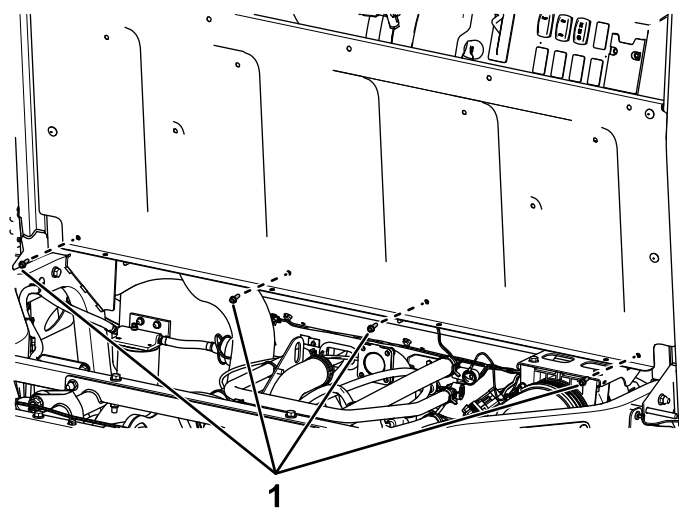

Figura 19
14. Fissate il pannello sedili al canale del collegamento trasversale posteriore del telaio utilizzando 4 bulloni a testa esagonale con rondella ($\frac{1}{4}$ " x $\frac{3}{4}$ ") come illustrato nella Figura 19.